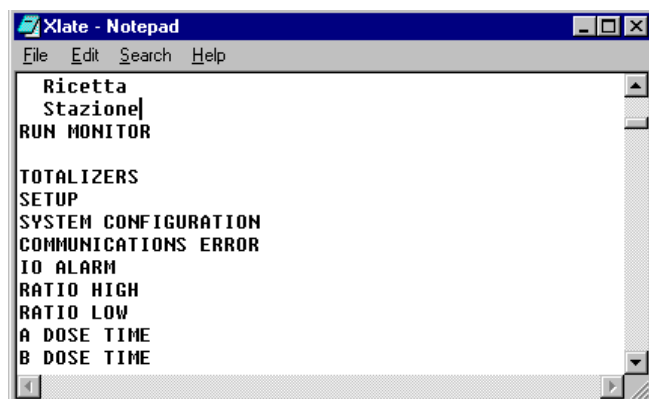

Fig. 13.54
- c. Ouvrir le fichier texte et remplacer le texte anglais par la traduction désirée. Voir Fig. 13.54.